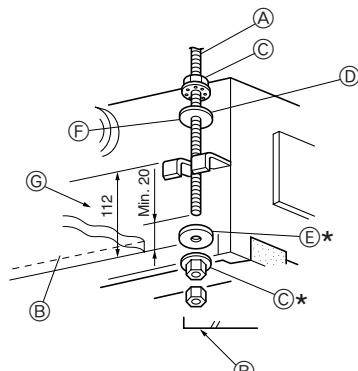

Fig. 2-7
- Enfiler à l'avance les rondelles d'étanchéité ① ② (fournies) et leurs écrous (à se procurer sur place) dans les boulons de suspension. (Fig. 2-7)
- * Procéder dans l'ordre suivant (à partir du haut) : écrou, rondelle isolée ②, rondelle sans isolant ①, deux écrous.
- * Placer la rondelle isolée ② avec la surface isolée tournée vers le bas, comme illustré.
- Soulever l'appareil pour le mettre en place, en l'alignant correctement sur le boulon de suspension. Passer le support entre les rondelles ① et ②, qui sont déjà en place et l'attacher. Procéder de la même manière pour les quatre emplacements.